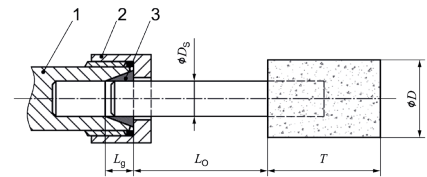

Figura 1 - lungimea de încastrare a mandrinei și clemei de strângere
- Țineți cont de faptul următor: la corpurile abrazive mici trebuie redusă turația din cauza prelungirii distanței dintre capătul clemei de strângere și corpul abraziv mic (surplus). Respectați lungimea minimă de încastrare de 10 mm. (Consultați figura 1 și recomandările producătorului de corpuri abrazive mici).